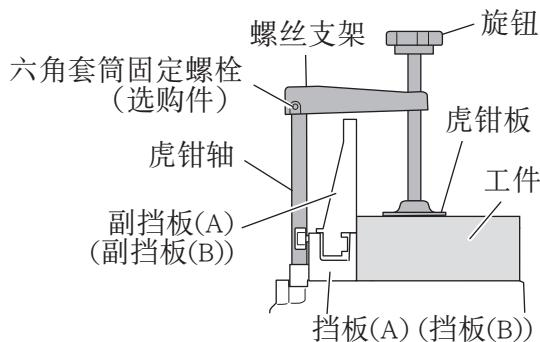

图20
## 3. 使用虎钳组件（标准附件）（图20）
(1) 可将虎钳组件安装在底座上。
(2) 转动上旋钮并将工件牢牢固定到位。 (图20)